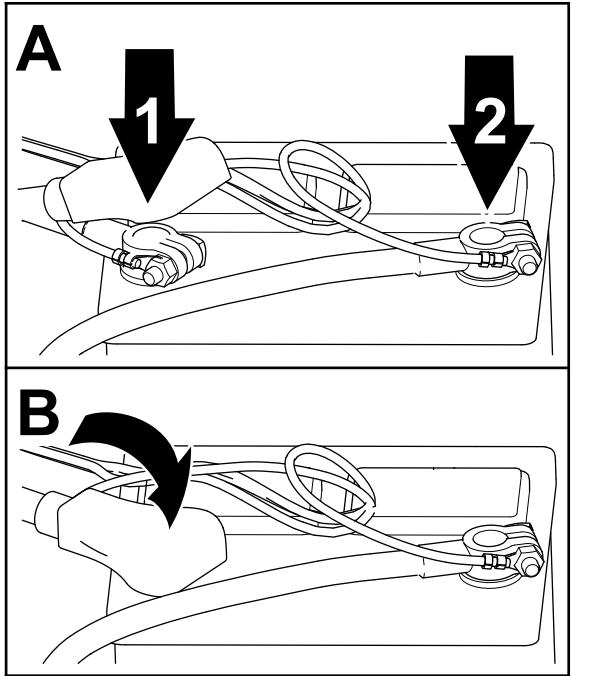

図 21
1. バッテリーのマイナス端子に、マイナスケーブルを接続する図 21。
3. バッテリーのプラス端子に、プラスケーブルを接続する図 21。
5. バッテリーのプラス端子に絶縁カバーを取り付ける図 21。